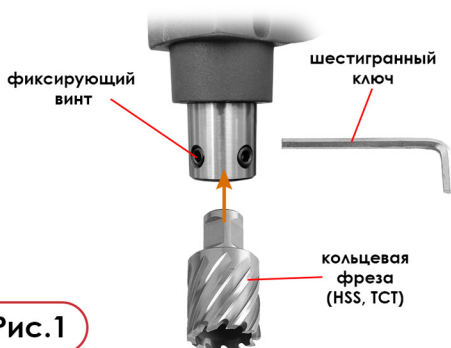

Рис.1
1. Ослабьте 2 шестигранных фиксирующих винта патрона с помощью входящего в комплект поставки шестигранного ключа (Рис. 1).